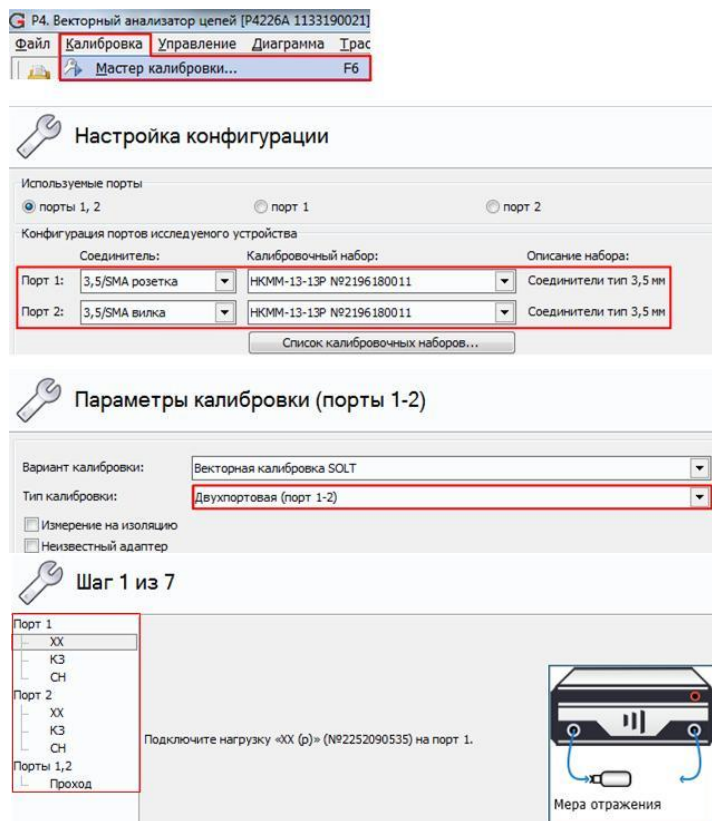

Рисунок 11. Мастер калибровки S-параметров.
7. Калибровка S-параметров производится в непрерывном режиме работы прибора с импульсным модулятором или без него. Рекомендуем проводить калибровку с импульсным модулятором в непрерывном режиме работы, чтобы исключить влияние его S-параметров (обратите внимание, в нашем примере проводим измерение импульсного модулятора, поэтому мы проводим калибровку без него). Выбрать в главном меню *Калибровка* -> *Мастер калибровки*. В окне «**Параметры калибровки**» в поле «**Вариант калибровки**» выбрать пункт «**Векторная калибровка SOLT**», в поле «**Тип калибровки**» выбрать пункт «**Двухпортовая (порт 1-2)**». Далее провести калибровку, следуя указаниям мастера калибровки, рис. 11. При проведении калибровки с импульсным модулятором необходимо перевести его в режим «**Включён**». Для этого в панели управления «**Синхронизация**» установить режим синхровыхода ВАЦ «**не используется**», рис. 12. О режиме работы импульсного модулятора можно судить по нескорректированным S-параметрам, при необходимости инвертировать выход синхронизации.